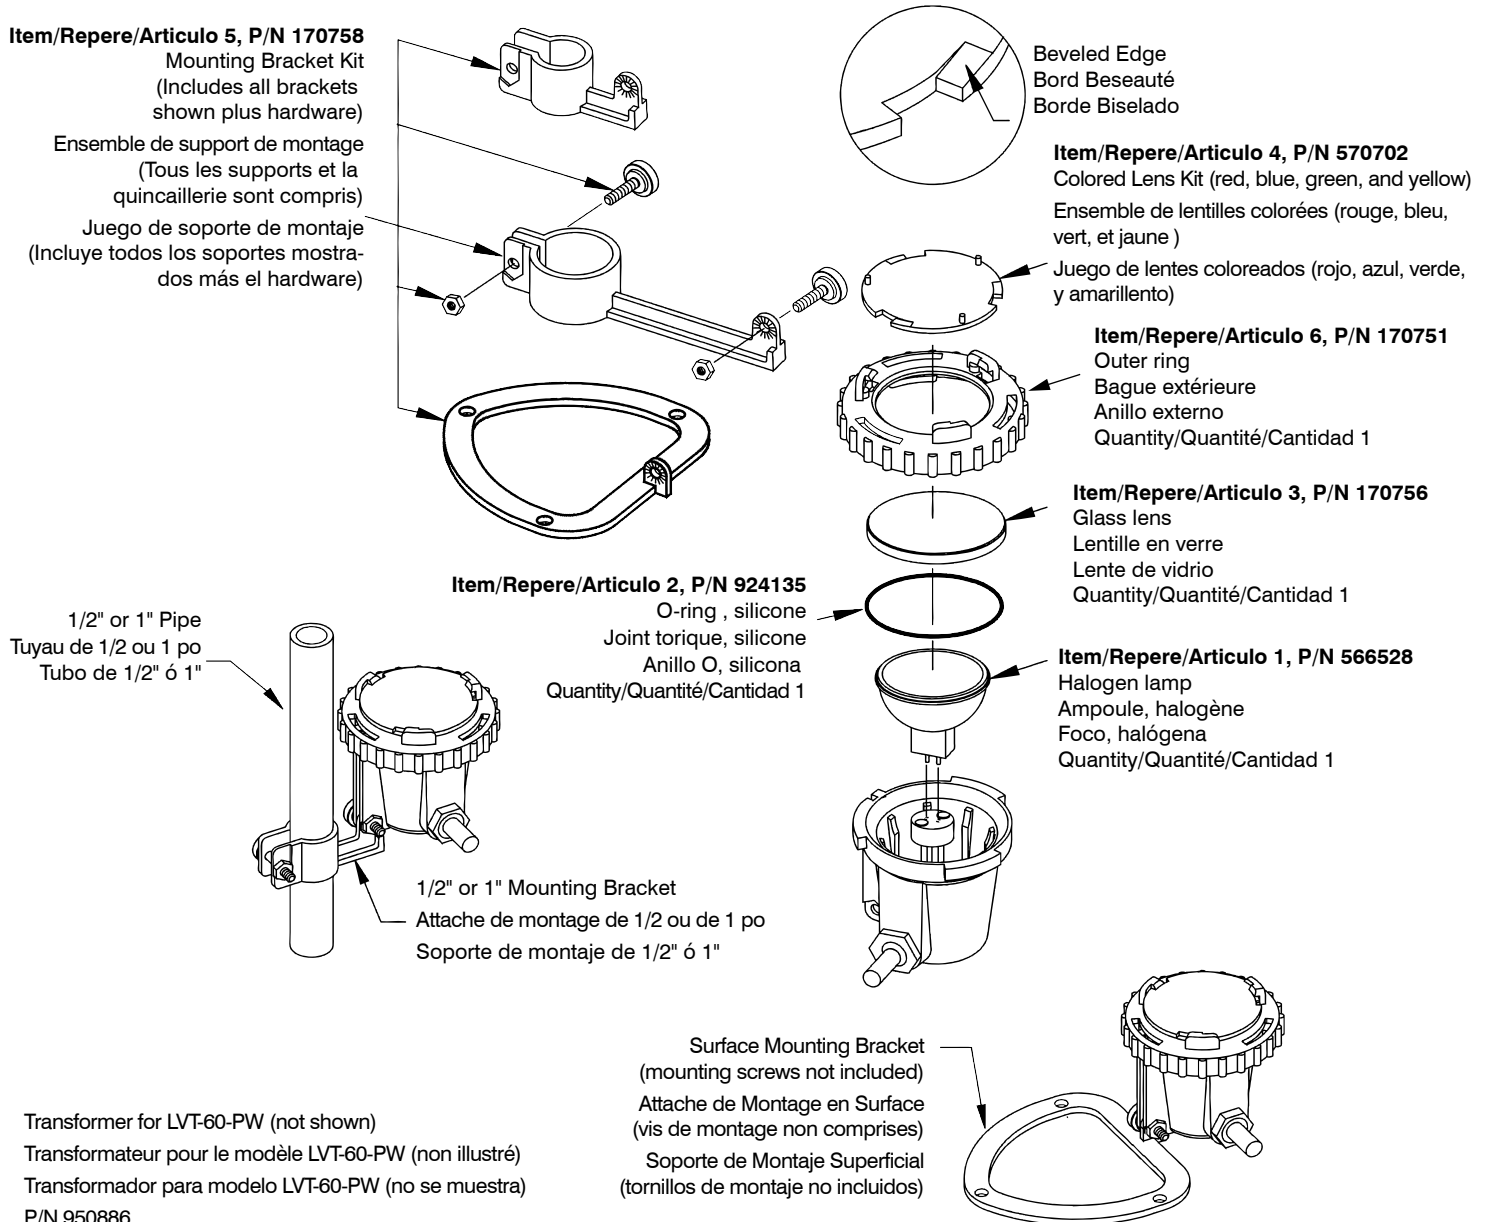

FIGURE 1 • FIGURE 1 • FIGURA 1
7. To install colored lens, press the desired lens into the front of the outer ring as shown in the illustration and rotate the lens clockwise until it is snug. **NOTE:** The colored lens can only be installed with the beveled edge facing away from the light (Figure 1). Do not remove the clear glass lens.
- c. Insert new lamp into socket as shown in Figure 1. DO NOT touch the lamp; only touch the reflector. Touching the lamp may shorten its life.
7. Pour installer des lentilles de couleur, insérer la lentille désirée dans l'anneau extérieur tel qu'illustré et tourner celle-ci dans le sens des aiguilles d'une montre en serrant légèrement. **NOTE** : Les lentilles de couleurs doivent absolument être installées avec les bords biseautés à l'opposé de la source de lumière (Figure 1). Ne pas enlever les lentilles claires de verre.